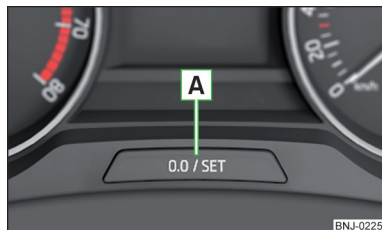

Fig. 27
- Apăsați tasta **A** » fig. 27 și mențineți-o apăsată, până când pe afișaj se afișează punctul de meniu **Service**.